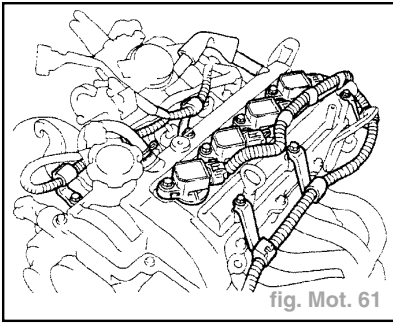

fig. Mot. 61
- Déposer les 5 boulons et déconnecter les brides de fixation de faisceau du cache-soupapes (fig. Mot. 61).